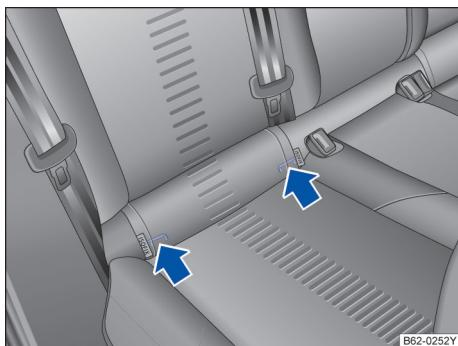

图 36 汽车座椅上的儿童座椅下部固定点标记。
ISOFIX 固定点的安装位置用符号做了标记→ 图 36。
- 沿箭头方向将儿童座椅的固定臂推到 ISOFIX 固定点上→ 图 36。必须能听到儿童座椅牢固卡止的声音。
后排外侧座椅配有两个 ISOFIX 固定环，与车身相连→ 图 36。